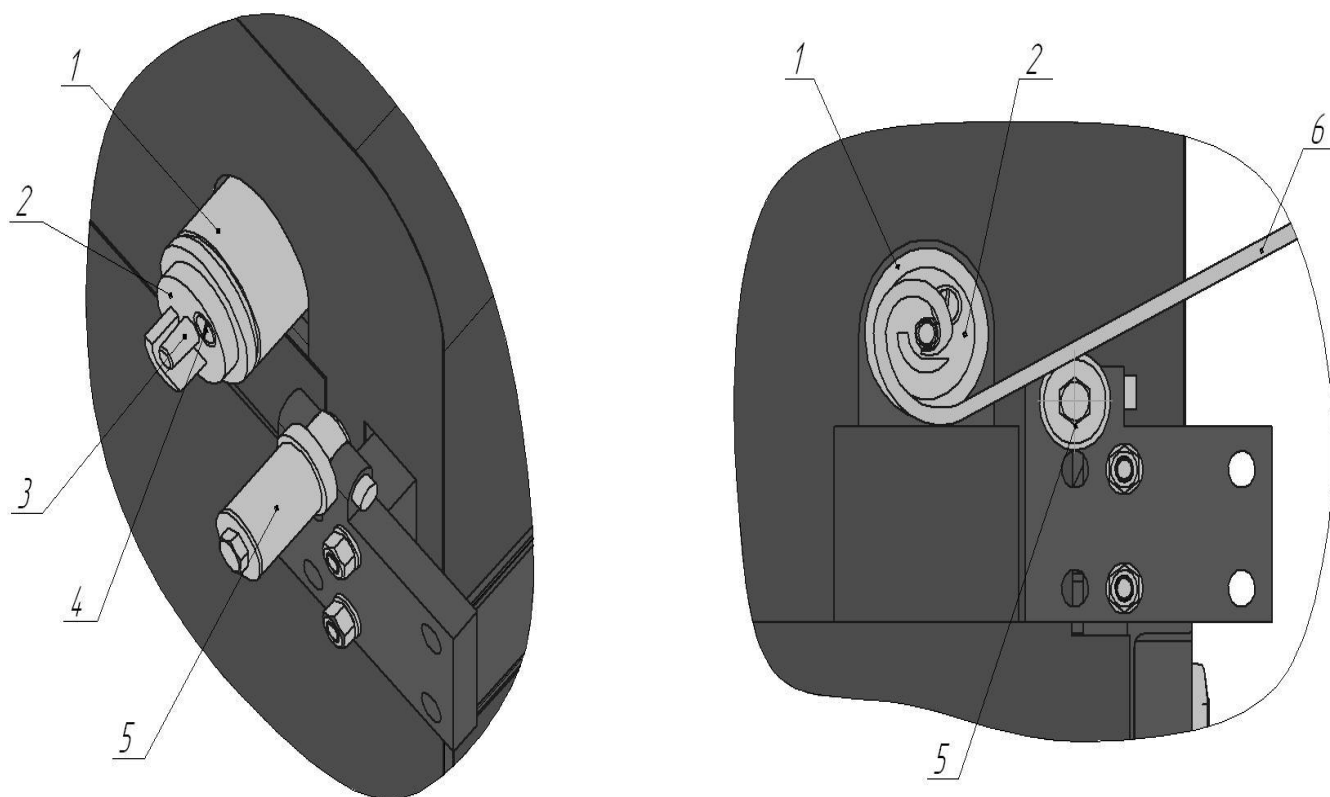

Рис. 18 Монтаж устройства доворачивания.
14.1. Произвести монтаж дополнительных приспособлений рис. 18.
14.2. Установить валюту 6 в устройство доворачивания рис. 18.